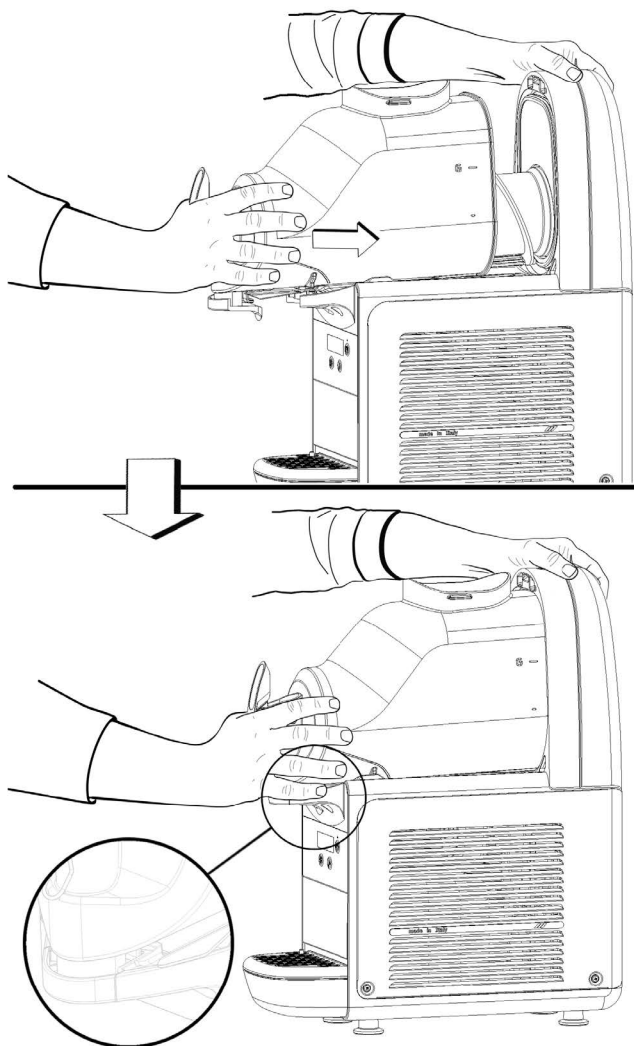

figura 44
**6** Montar de nuevo el recipiente empujándolo hacia la pared posterior, asegurándose que encaje correctamente sobre la guarnición. La palanca de bloqueo descenderá hasta apoyarse sobre la plataforma de goteo (ver figura 44).